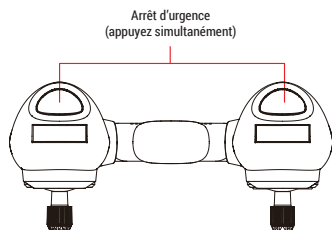

Figure 4: Arrêt d'urgence
- 9. Arrêt d'urgence:** En cas de collision en vol ou de perte de contrôle du drone: utilisez la fonction d'arrêt d'urgence en appuyant simultanément sur les gachettes arrières de la radiocommande (Figure 4).